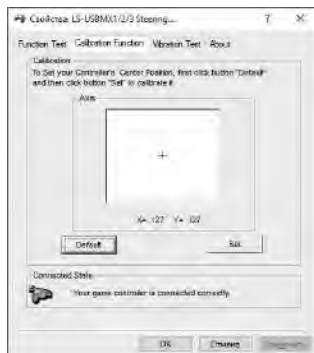

Рис. 10
• Во вкладке «Calibration» можно отцентровать положение руля (рис. 10). Для этого нужно установить рулевое колесо в среднее положение, затем нажать